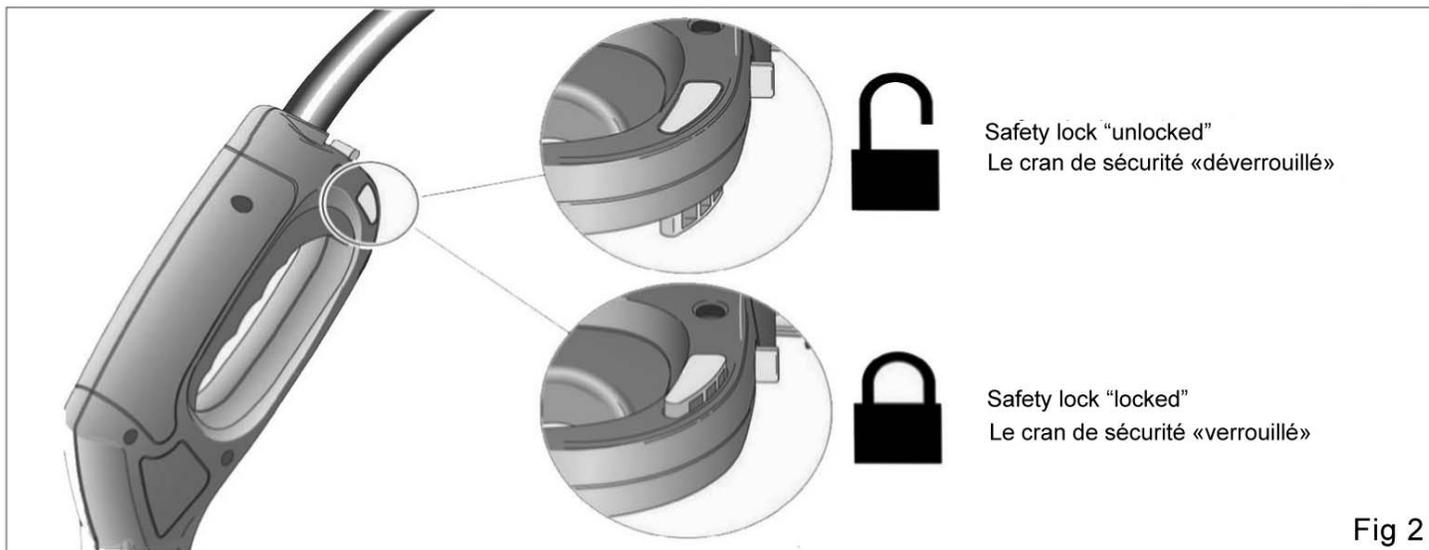

Fig 2
3. Release gun safety if locked. (Fig. 2)
NOTE: Make sure wand is locked. (See Fig. 2)
3. Relâchez le dispositif de sécurité du pistolet s'il est verrouillé. (Fig. 2)
REMARQUE : assurez-vous que le tube rallonge soit bien verrouillé. (Voir Fig 2.)